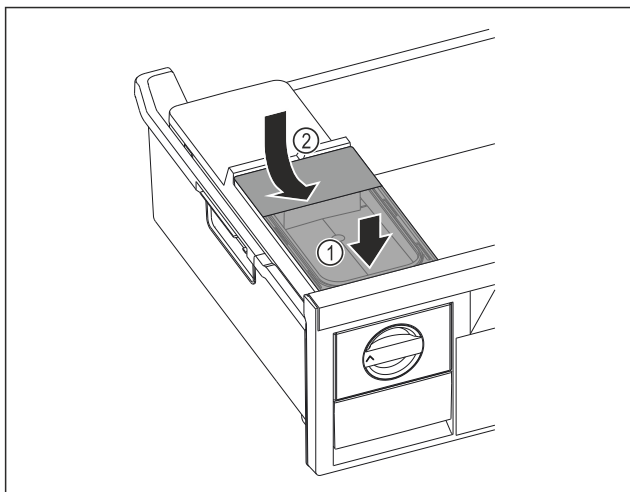

Fig. 214
- Watertank aan de voorkant plaatsen. Fig. 214 (1)
- Watertank aan de achterkant laten zakken. Fig. 214 (2)